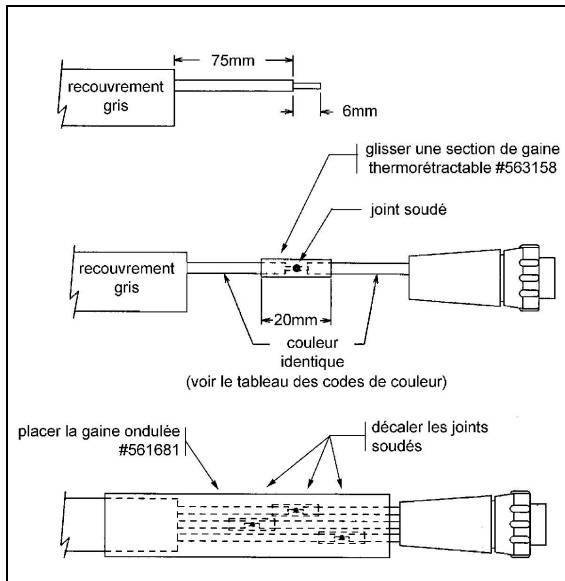

FIGURE 3 : PRÉPARATION DU FILAGE ET SOUDURES
6. Couper les fils du câblage du bras du rétroviseur. S'assurer de couper les fils de façon à ce que les joints soudés soient décalés l'un par rapport à l'autre (voir figure 3 en exemple).
9. Effectuer la préparation des fils du connecteur #563163 ainsi que ceux du câblage en place à l'intérieur du bras de rétroviseur tel que montré sur la figure 3.